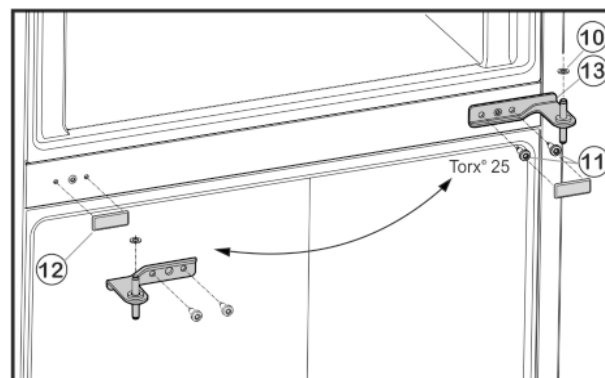

Fig. 5
- Svitare le viti di fissaggio Fig. 5 (11) (2 viti Torx® 25) e sfilare il cuscinetto di supporto centrale dalla porta inferiore.
- Rimuovere la rondella in plastica Fig. 5 (10).
- Estrarre con cautela la copertura Fig. 5 (12).
- Riapplicare la copertura Fig. 5 (12) sul lato opposto.
- ▶ Inserire il cuscinetto di supporto centrale Fig. 5 (13) ruotato di 180° nella porta inferiore e avvitarlo usando le viti di fissaggio Fig. 5 (11) (2 viti Torx® 25) sul nuovo lato della cerniera (**applicando 4 Nm**).
- ▶ Applicare nuovamente la rondella in plastica Fig. 5 (10).
- ▶ Posizionare la porta superiore sul cuscinetto di supporto centrale Fig. 5 (13).